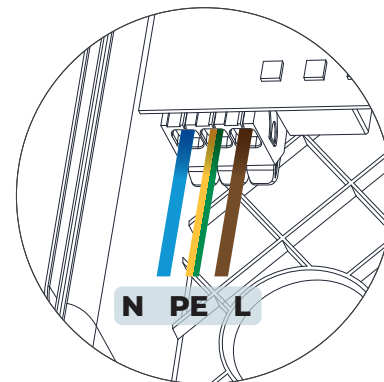

Fig. 8 - Succesiunea firelor cablului de alimentare
16. Introduceți cele 3 fire ale cablului de alimentare în conectorii WAGO TM montați pe placa PCB și închideți fiecare pârghie a conectorilor. Asigurați-vă că firele sunt introduse complet în conectori, astfel încât să nu se vadă nicio parte dezizolată a firelor sau a cablurilor (protecție electrică împotriva contactului direct). O conexiune incorectă poate avea drept rezultat un contact necorespunzător, ceea ce poate cauza un pericol de incendiu. (Fig. 8)